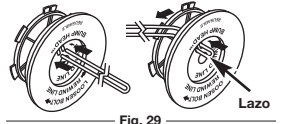

Fig. 29
6. Tome aproximadamente 6 m (20 pies) de nueva línea de corte, enlázela en dos longitudes iguales. Inserte cada extremo de la línea a través de uno de los dos orificios del carrete interior (Fig. 29). Pase la línea a través del carrete interior de modo que el lazo sea lo más pequeño posible.